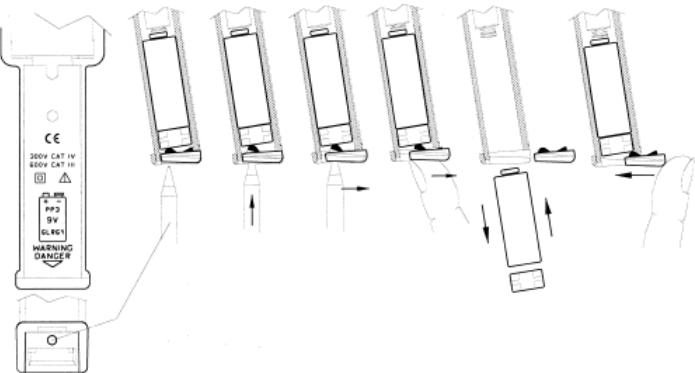

Abb. 2: Batterieaustausch
Beachten Sie die hier angegebene Vorgehensweise um die Batterie zu ersetzen. (für Spannungen <6V) (siehe Abb.2):
- Stellen und halten Sie den ON/OFF Schalter in der Position "Test" für 10s und überprüfen Sie, ob die rote LED an ist. Ersetzen Sie die Batterie wenn die rote LED aus ist (siehe Abb. 2). Für den Fall, dass die LED eingeschaltet ist für weniger als 10s ausgeschaltet sind nicht 72 Stunden Betrieb gewährleistet